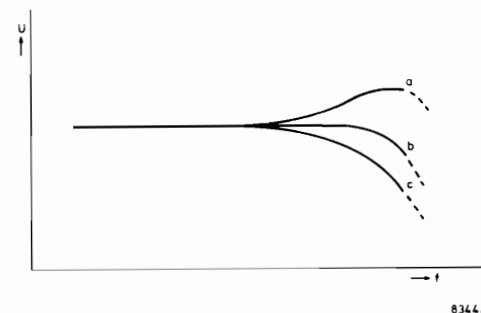

Fig. 17
- Het verloop boven de 6300 Hz dient ongeveer overeen te komen met de in Fig. 17 weergegeven karakteristiek b waarbij de naband vervorming  $\leq$  3 % bij 1 kHz (100 % modulatie) moet zijn. Wanneer de hoge frekwenties te veel worden verzwakt (Fig. 17c), is de voormagnetisatiestroom te hoog. Zijn de hoge frekwenties te sterk (Fig. 17a) en/of is vervorming hoorbaar dan is de voormagnetisatiestroom te laag.